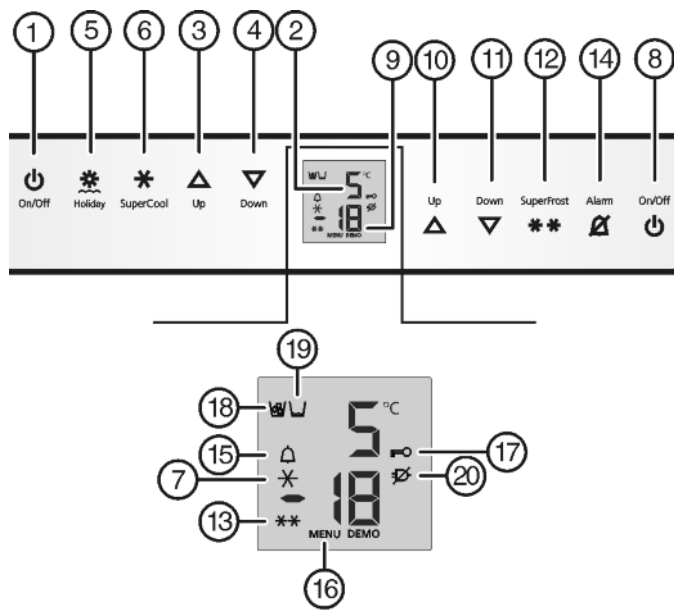

Fig. 2
- Apăsăți tasta On/Off a congelatorului Fig. 2 (8).
- Apăsăți tasta On/Off a frigiderului Fig. 2 (1).
- ▷ Frigiderul și compartimentul BioFresh sunt pornite: Indicatorul de temperatură a frigiderului Fig. 2 (2) este aprins. La deschiderea ușii congelatorului se aprinde iluminarea interioară.
- Activarea modului de reglare: Apăsăți tasta SuperFrost Fig. 2 (12) timp de cca. 5 secunde.
- ▷ Simbolul Menu Fig. 2 (16) este aprins.
- Apăsăți scurt tasta SuperFrost Fig. 2 (12) pentru confirmare. Atunci când pe afișaj apare **cl**:
- Pentru a porni protecția pentru copii apăsați scurt tasta SuperFrost Fig. 2 (12).
- ▷ Simbolul protecției pentru copii Fig. 2 (17) se aprinde. Pe afișaj se aprinde intermitent **c**.
- Pentru a opri protecția pentru copii apăsați scurt tasta SuperFrost Fig. 2 (12).
- ▷ Simbolul protecției pentru copii Fig. 2 (17) se stinge. Pe afișaj se aprinde intermitent **c**.
- Dezactivarea modului de reglare: Apăsăți tasta On/Off a congelatorului Fig. 2 (8).
- ▶ Apăsați tasta Alarm Fig. 2 (14).
Totodată clipește și indicatorul de temperatură și simbolul Alarm Fig. 2 (15).
Avertizorul acustic este dezactivat automat, simbolul Alarm Fig. 2 (15) se stinge și indicatorul de temperatură încetează să mai clipească, atunci când temperatura revine la o valoare suficient de scăzută.